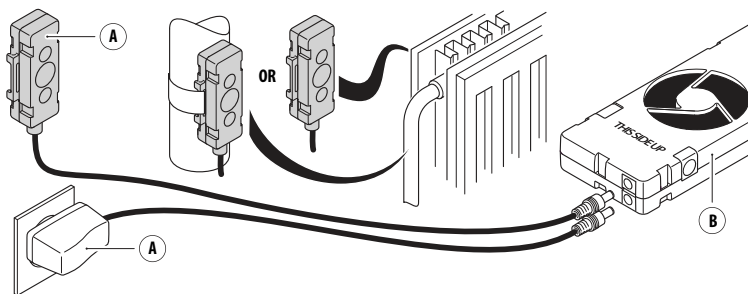

Fig. 3: Conexión del adaptador de alimentación (A1) y del sensor de temperatura (A2).
- Fije el **sensor de temperatura** (A2) con sus imanes (a2, a3) en la parte posterior del radiador, cerca de la tubería de suministro de agua caliente, o en la propia tubería (véase fig. 3).
5. Conecte el **adaptador de alimentación (A1)** al **conector hembra** restante (b1 o b2) y a la toma de corriente (véase fig. 3).